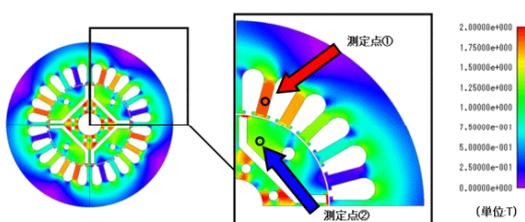
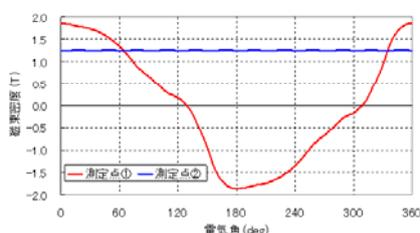

図1 磁束密度分布(1回転時)
図2 磁束密度波形(r成分)
ステータコアとロータコアの磁束密度分布を図1に、測定点①と測定点②における磁束密度r成分の磁束密度波形を図2に示します。